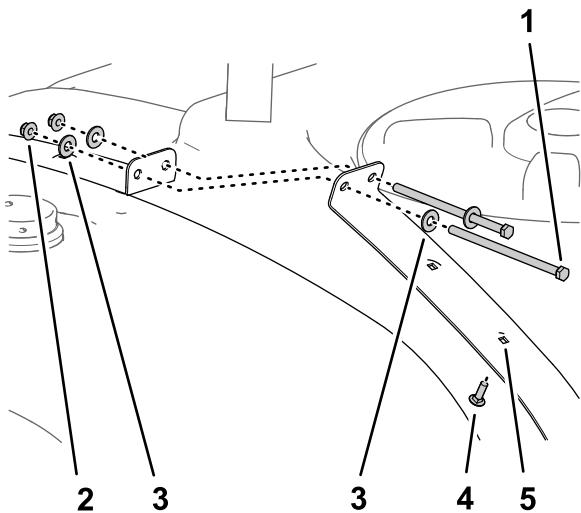

Figure 28
1. Retirez les 2 boulons (3/8 x 7"), les 4 rondelles (3/8") et les 2 contre-écrous (3/8") qui fixent les demi-sangles avant de la cuve du pulvérisateur (Figure 28).
2. Insérez le boulon de carrosserie (5/16 x 1") dans le second trou de la demi-sangle, comme montré à la Figure 28.
3. Fixez les 2 demi-sangles avant avec les 2 boulons, les 4 rondelles et les 2 contre-écrous que vous avez retirés à l'opération 1, et serrez les boulons et écrous à la main (Figure 28).